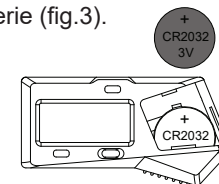

fig.2
---Placez la pile CR2032 dans le logement de la pile, le côté positif de la pile (+) doit être orienté vers l'extérieur (fig.2).